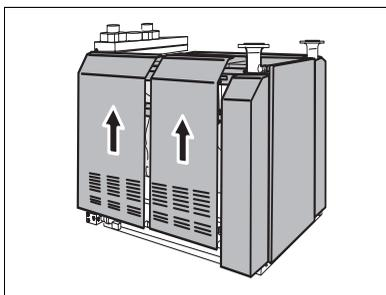

Abb. 6 Verkleidung entfernen (z. B. GB434)
- Heben Sie die Seitenwände aus der Kesselhaube in Pfeilrichtung heraus (Abb. 6).